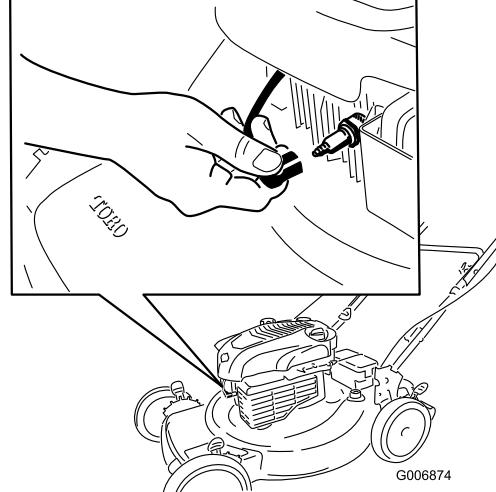

Figura 27
2. Desconecte el cable de la bujía y engáncelo en el poste de retención (Figura 27) antes de realizar cualquier procedimiento de mantenimiento.